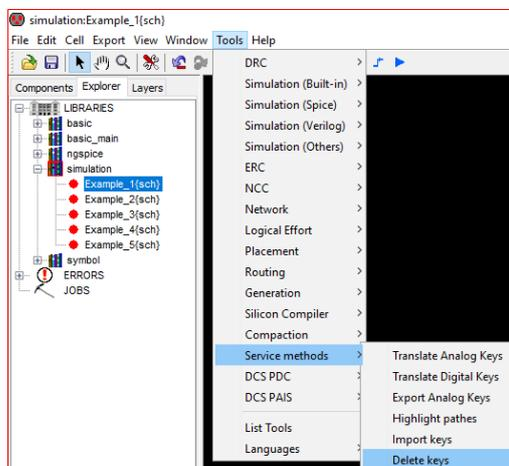

Рисунок 5. Размещение скрипта *Delete keys* в DCSElectric
**Важно!** Для одновременного удаления ключей из отдельного элемента или всей схемы существует скрипт *Delete keys*. Для его использования необходимо выделить, либо отдельный элемент левой кнопкой мыши, либо всю схему для удаления всех замкнутых ключей (*Ctrl+A*), затем выполнить команду *Tools* → *Service methods* → *Delete keys* (Рисунок 5). Для удаления одного ключа необходимо зажать клавишу *Ctrl* и нажать левой кнопкой мыши на ключ, который необходимо удалить. После того как ключ будет выделен белым цветом нажать клавишу *Backspace* или *Delete*. Для выделения нескольких ключей необходимо использовать комбинацию *Ctrl+Shift+ЛКМ*.